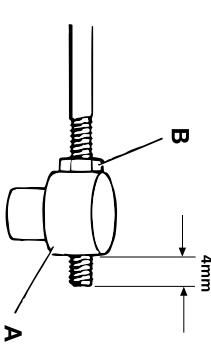

Fig. 7
- Ta bort muttern (A fig. 7) och båda gummityttringarna från kabeln.
- Tryck kabeln igenom kabelhållaren. (C fig. 7)
- Säkra kabeln med läspinnen (D fig. 7).
- Anslut nippeln till gasarmen (E fig. 7) och säkra med saxpinnen (F fig. 7).